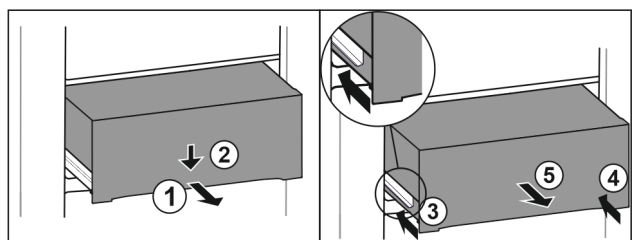

Fig. 140
- ▶ 将抽屉拉出一半。 Fig. 140 (1)
- ▶ 朝下按压正面的抽屉。 Fig. 140 (2)
- ▶ 将左侧轨道推入大约 2 cm。 Fig. 140 (3)
- ▶ 将右侧轨道推入大约 2 cm。 Fig. 140 (4)
- ▶ 朝前取出抽屉。 Fig. 140 (5)